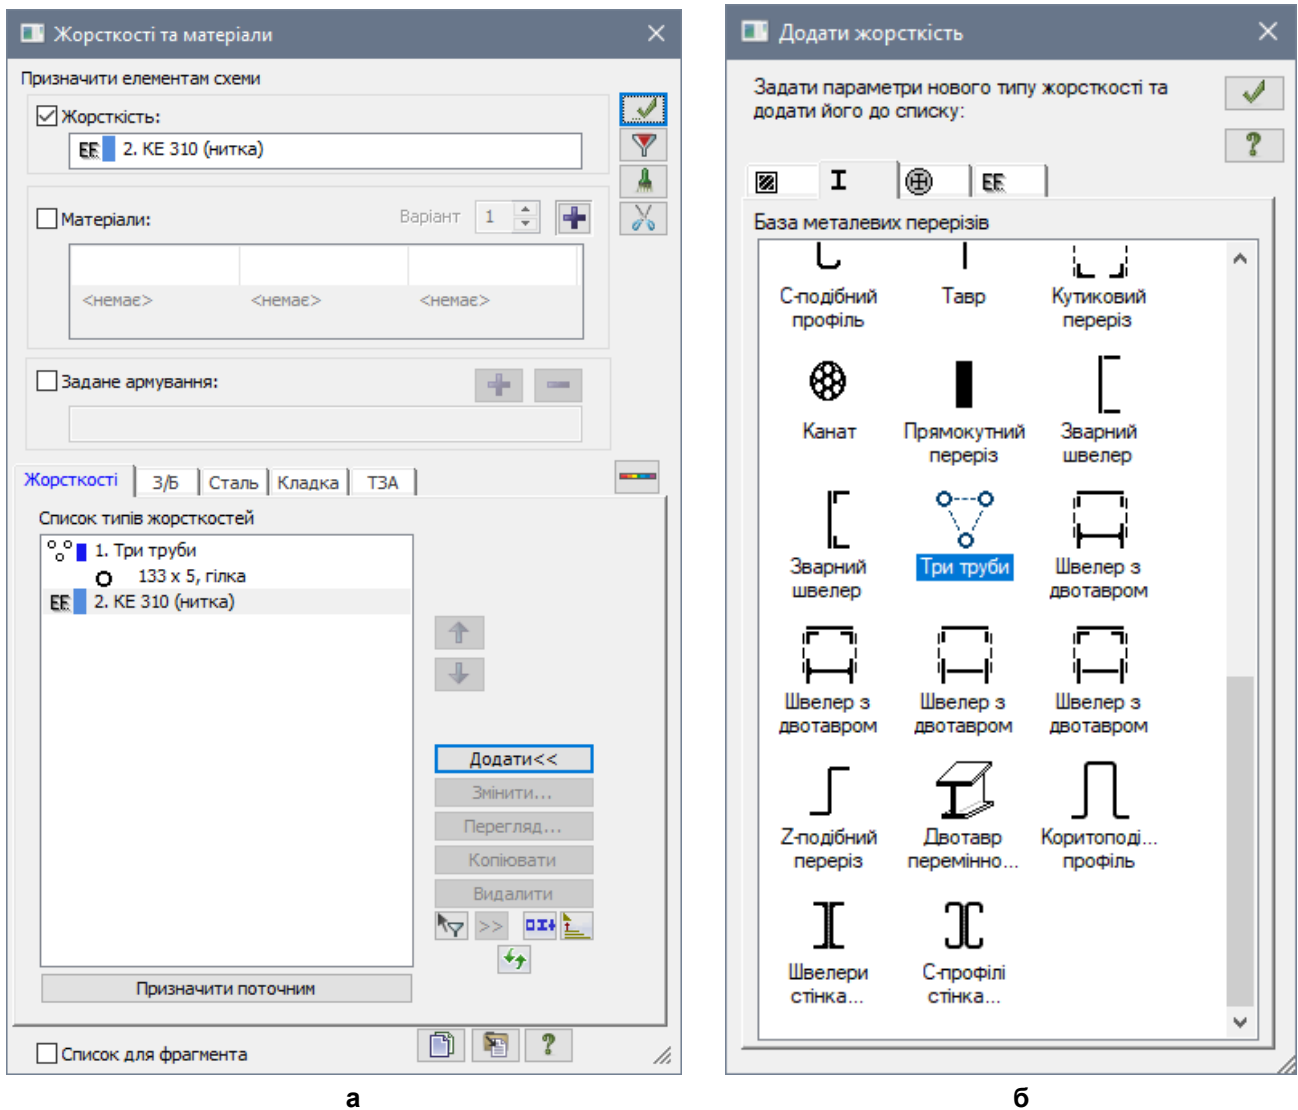

Рис. 8.9. Діалогові вікна: а – Жорсткість та матеріали, б – Додати жорсткість
- Натиснувши на кнопку  – **Жорсткості та матеріали елементів** (панель **Жорсткості та в'язі** на вкладці **Створення та редагування**) відкрийте діалогове вікно **Жорсткості та матеріали** (рис. 8.9,а).
- В цьому вікні натисніть на кнопку **Додати** і у вікні **Додати жорсткість** (бібліотеці жорсткісних характеристик), що з'явилося натисніть на другу закладку **База металевих перерізів** (рис. 8.9,б).